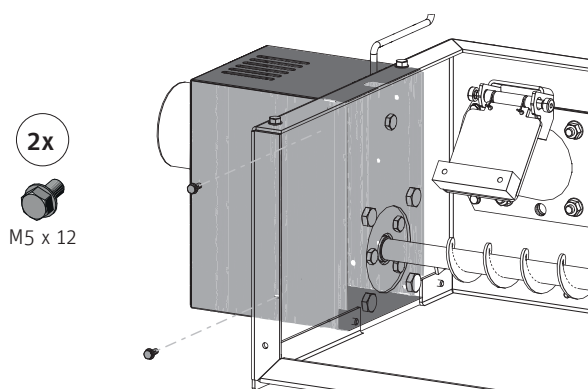

Fig. 124
- ▶ Montare la copertura del motore con 2 viti M5 x 12 – Fig. 124.